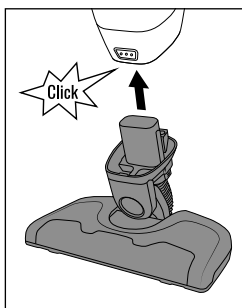

Fig. 2
- ◆ Inserte la unidad motriz ⑧ en la boquilla para suelos ⑭ hasta que encastre audiblemente (consulte la fig. 2).